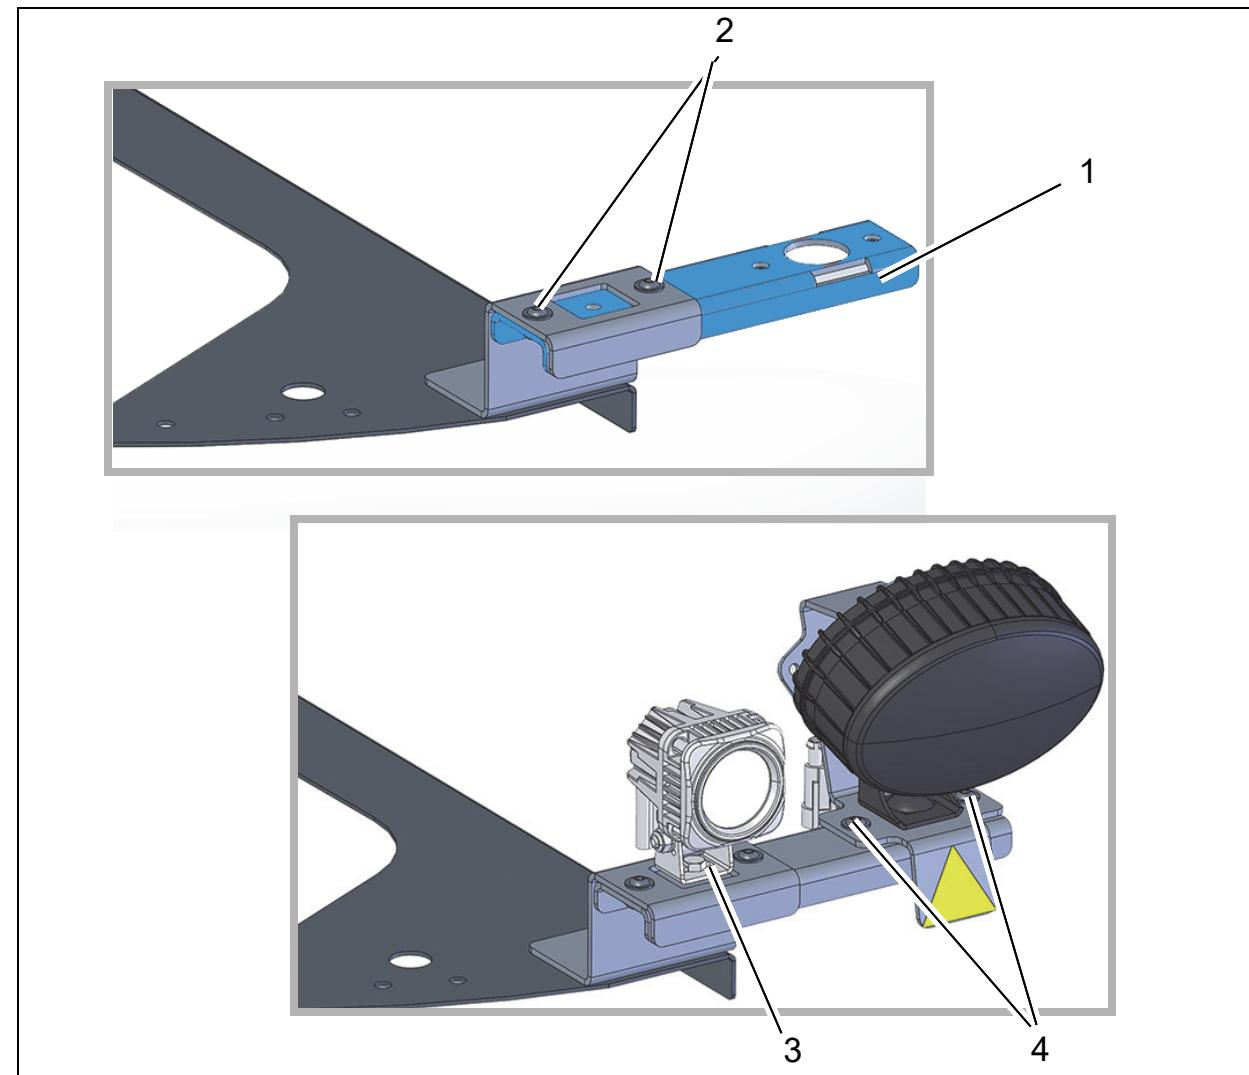

Abb. 4
1. Optionsbrücke (Abb. 4/1) unter den Optionshalter schieben und mit den beiden Linsenflanschschrauben M6x12 befestigen (Abb. 4/2).
2. Arbeitsscheinwerfer (Abb. 4/3) laut Abb. mit den Normteilen montieren.
3. Blue Spot mit zwei Linsenflanschschrauben M6x16 auf der Optionsbrücke befestigen (Abb. 4/4).